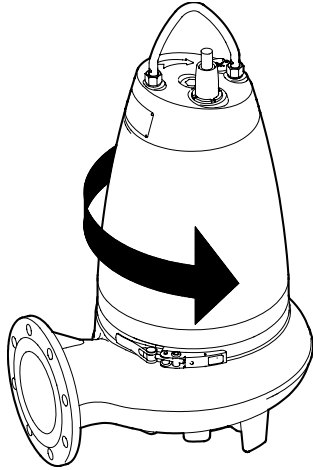

Рис. 13 Направление рывка
Насос должен вращаться по часовой стрелке, если смотреть сверху. При включении направление усилия рывка насоса должно быть противоположно направлению вращения, смотрите рис. 13.
3. При правильном подключении насос будет совершать рывок в направлении, противоположном указанном направлению вращения, смотрите рис. 13. Если он подключен неправильно, поменять местами подключение двух фазных сетевых проводов.